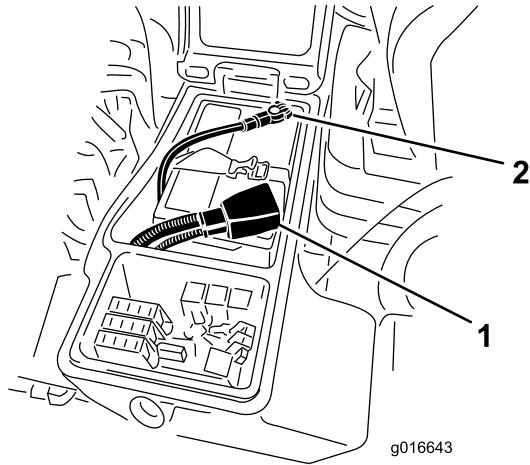

Figura 84
5. Collegate il cavo positivo (rosso) al terminale positivo (+) e il cavo negativo (nero) al terminale negativo (-) della batteria (Figura 84).